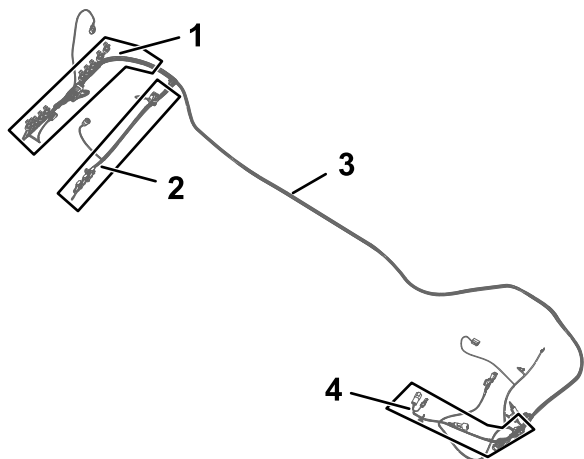
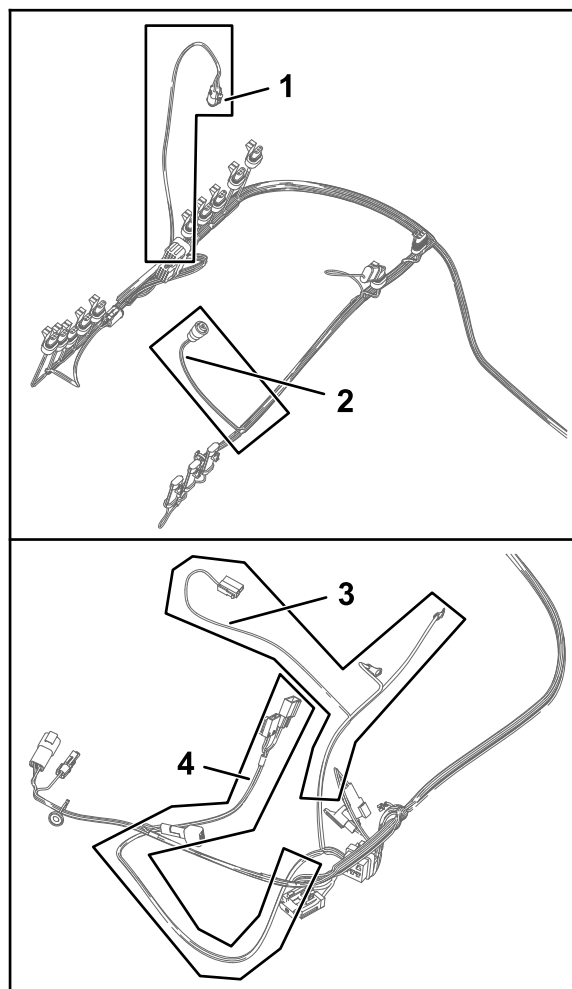

Figura 74
Figura 75
1. Individuate la diramazione di 84 cm del cablaggio preassemblato, la diramazione di 60 cm del cablaggio preassemblato e la diramazione di 66 cm del cablaggio preassemblato del kit (Figura 74 e Figura 75).